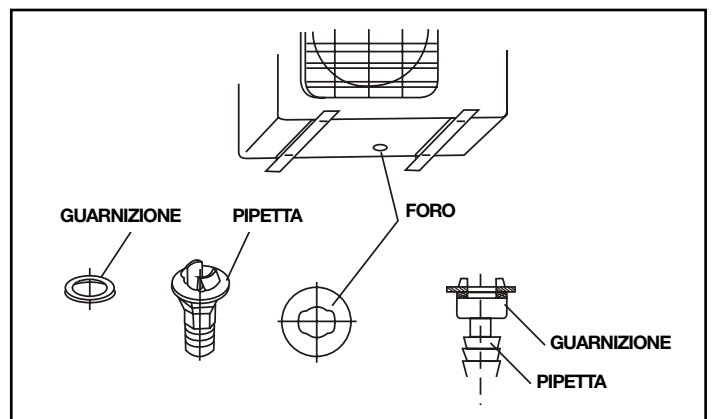

fig.11
3. Collegare la pipetta ad un tubetto flessibile di scarico (non fornito in dotazione) per convogliare la condensa nel punto desiderato. (fig. 11)